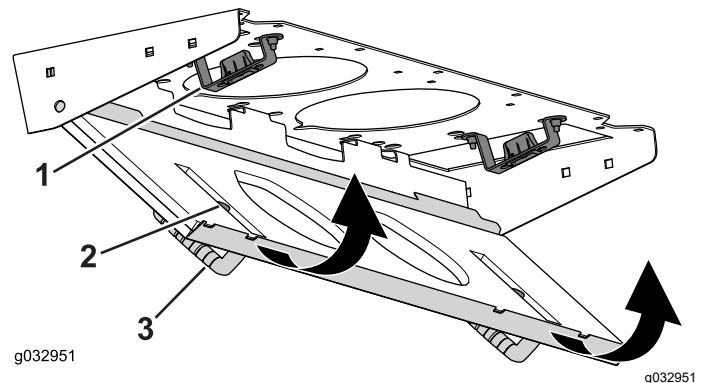

Figura 61
4. Rode o painel de filtro em volta das patilhas até que a lingueta entre no conjunto de montagem do trinco (Figura 61).